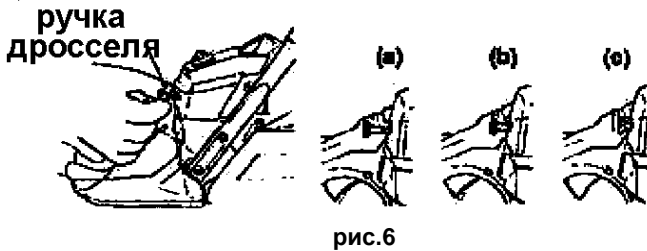

рис.6
3. *Установите ручку дросселя во второе положение (запуск непрогретого двигателя, рис.5). Заслонка дросселя закроется, и рычаг дросселя придет в положение "start" (рис.6).